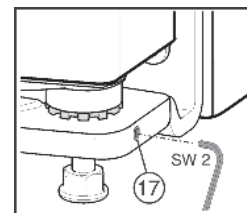

Fig. 12
- Dévisser un peu la vis sans tête Fig. 12 (17) (maximum un tour!).
- Resserrer la tige filetée Fig. 12 (17) pour fixer le pivot.